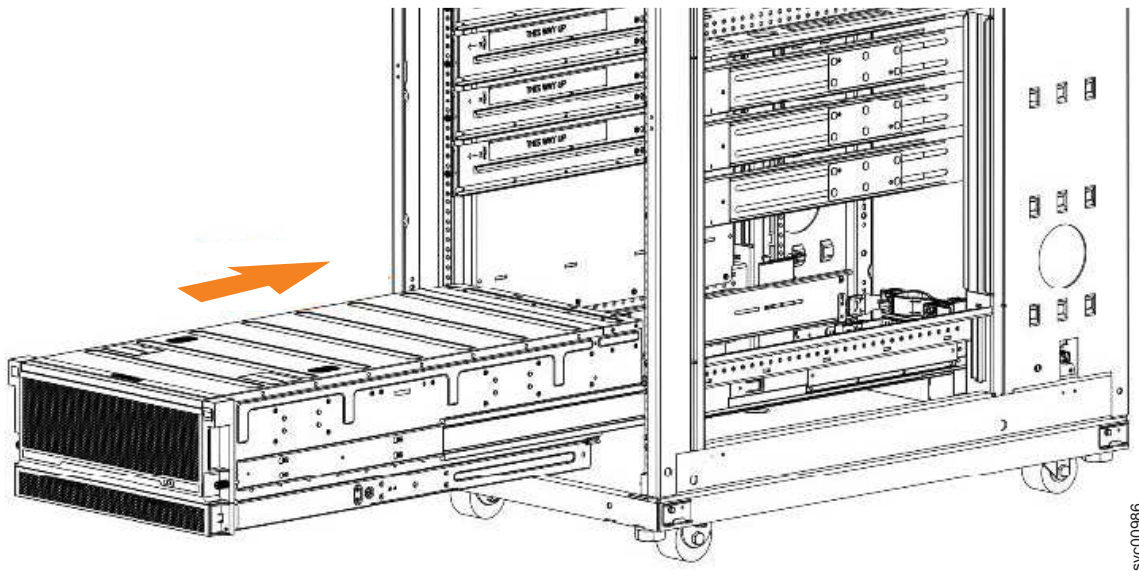

Abbildung 57. Gehäuse in Rack installieren (Beispiel)
- Installieren Sie das Erweiterungsgehäuse immer in der niedrigsten Position im Rack. Abb. 57 zeigt ein Beispiel.